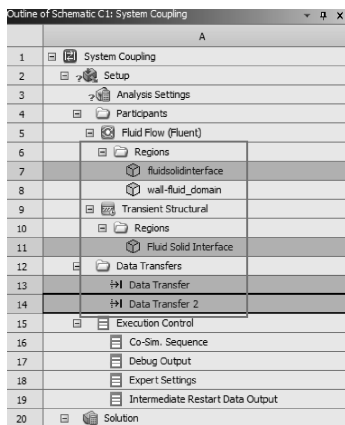

图 11-178 耦合设置界面
(1) 右键单击耦合分析的【Setup】→【Edit...】。
(2) 分别单击【Transient Structural】下的【Fluid Solid Interface】与【Fluid Flow (Fluent)】下的【fluid solid interface】，然后单击右键选择【Create Data Transfer】创建耦合数据传递，如图 11-178 所示。